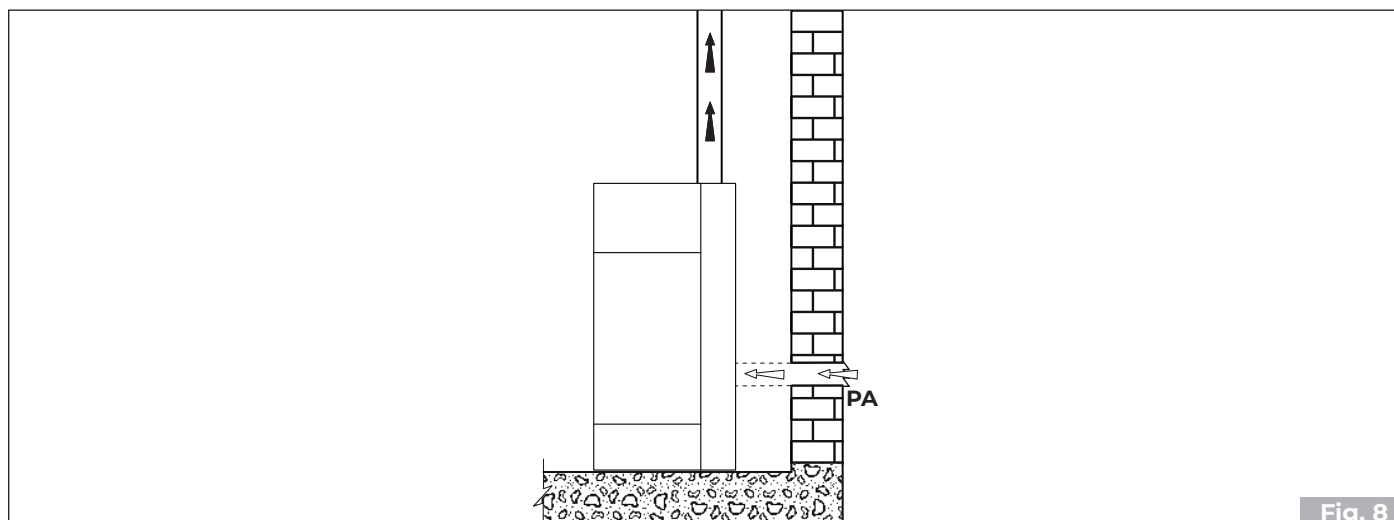

Fig. 8
- desde el ambiente de instalación o de los locales contiguos apropiados (**Fig. 8**)
Realizar la toma de aire en la pared (**Fig. 8 - PA = Toma de Aire**), y dejar que el aparato esté libre de extraer aire en el ambiente teniendo cuidado de conectar en el tubo de entrada del aire el tramo de tubo corrugado, en caso de que sea suministrado, fijándolo con la abrazadera y plegándolo ligeramente hacia abajo con el fin de prevenir posibles efectos de resonancia.